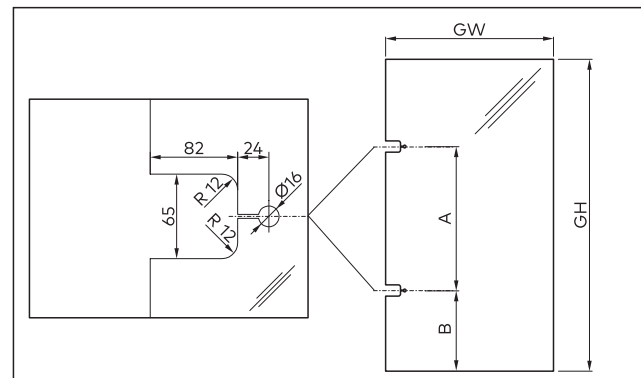

Abb. 10 Glasbearbeitungen für die Zargenbefestigung mit einglassener Montageplatte
- Die Maße der Glasbearbeitung prüfen, siehe Abb. 10 auf S. 4.
- Die Aussparungen für die Montageplatten in der Zarge lotrecht anzeichnen. Maße A und B siehe Abb. 10 auf S. 4.